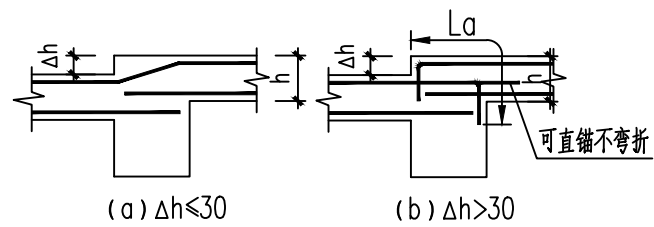

图3
- 6.6支座两侧的楼板面标高相差Δh≤30时，钢筋可弯折不断开。Δh>30时，钢筋作分离处理，板面筋必须满足锚固长度要求，见图3。